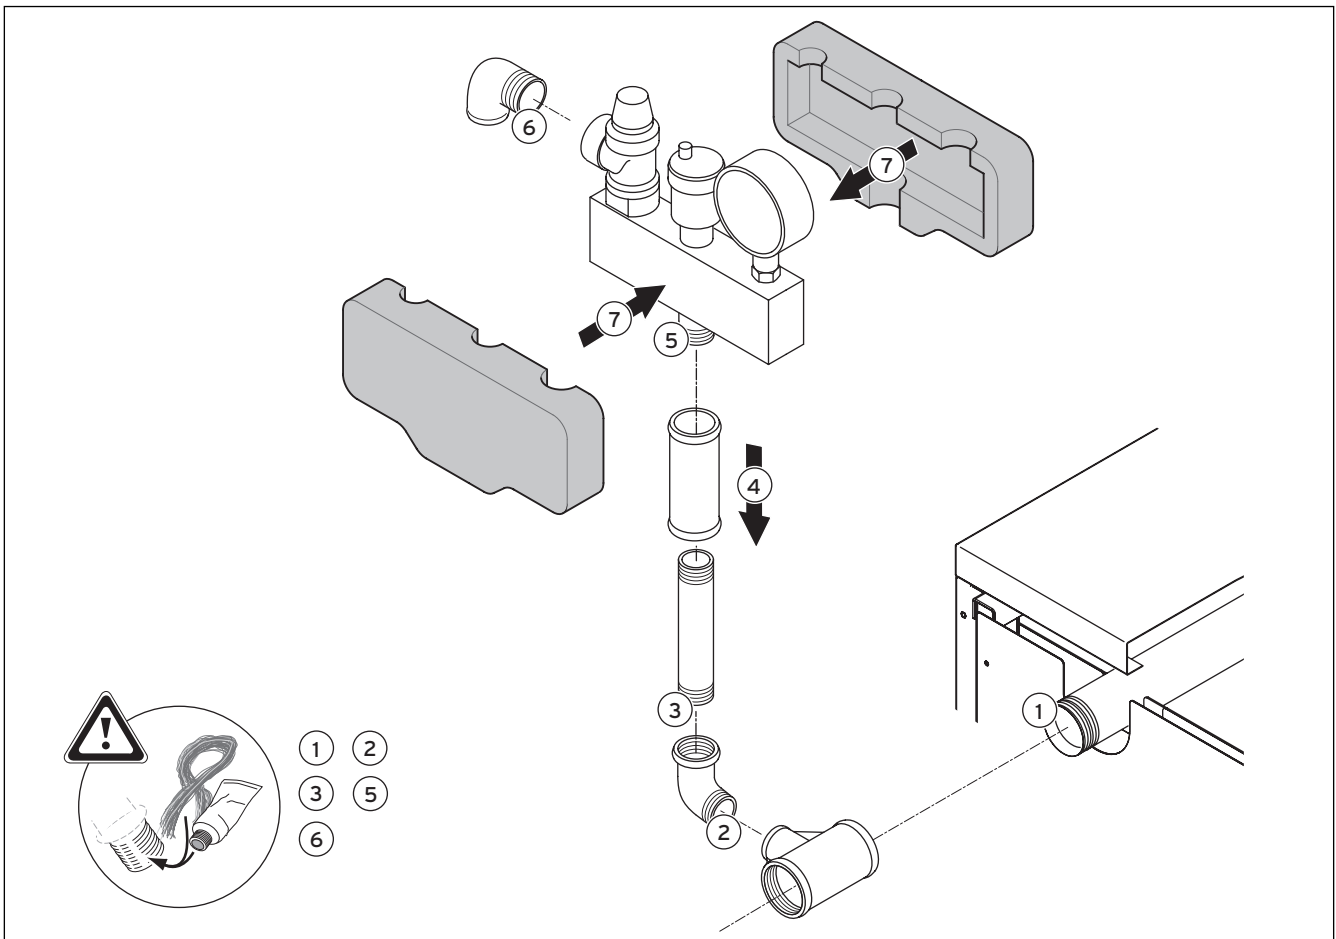

Рис. 4.1 Монтаж системы безопасности
- Монтируйте систему безопасности котла, как показано на рис. 4.1.